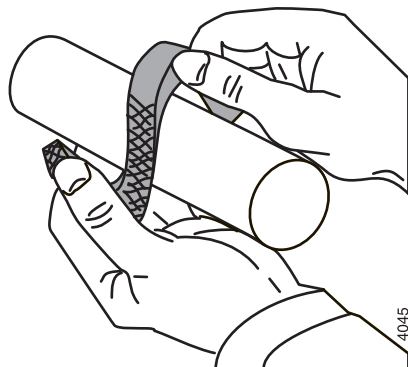

Bild 20: Öppning av packningsringar för packboxpackning.
- 1 Sätt in de 5 packningsringarna. Sätt på de 5 packningsringarna med varannan öppning åt samma håll. Packningsringarna får böjas upp endast i axialled, se bild 20.